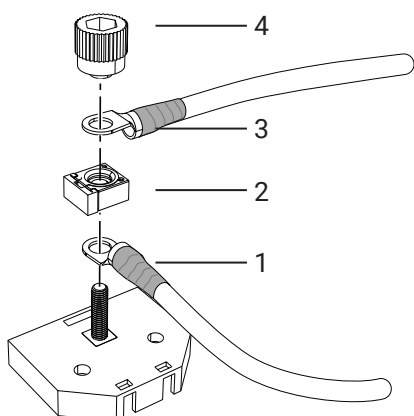
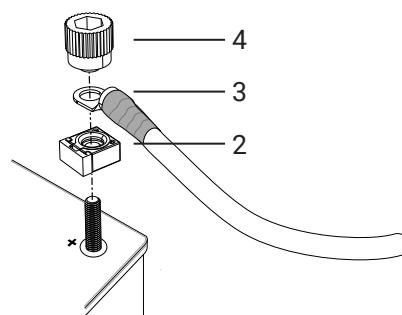

Bild 65. Inkoppling till säkringslåda
Bild 66. Inkoppling till batteriets plus-pol
2. Säkerställ att hyttströmbrytaren (CS) i förekommande fall står i läge "Av".
3. Vid användning av säkringslåda, anslut kabeln (1) till batteriets pluspol och till säkringslådan och placera där säkringen (2) ovanpå, se Bild 65.
4. Vid anslutning direkt till batteriets plus-pol, placera säkringen (2) på plus-polen, se Bild 66.
5. Anslut huvudströmkabeln (3) till säkringslådan/plus-polen, se Bild 65 - Bild 66.
6. Skruva fast kabelanslutningar och säkring med vredet (4). Kablarna monteras 90° alt. 180° ifrån varandra. Säkringen monteras i rät vinkel mot kablarna, se Bild 65 - Bild 66.